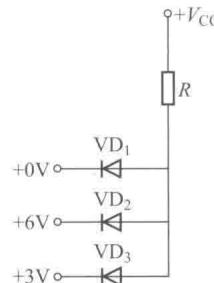

图 1-3
5. 如图 1-3 所示， $V_{CC} = 12V$ ，二极管均为理想元件，则  $VD_1$ 、 $VD_2$  和  $VD_3$  的工作状态为 ( )。